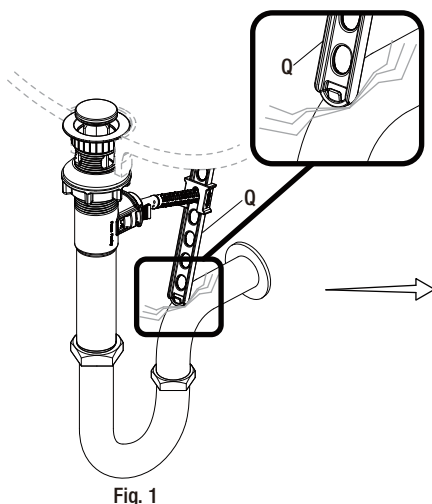

Fig. 1
- Si la correa de la varilla de elevación (Q) sobresale tanto que interfiere con tu instalación, como se muestra en la Fig 1, la varilla de elevación (Q) puede recortarse.